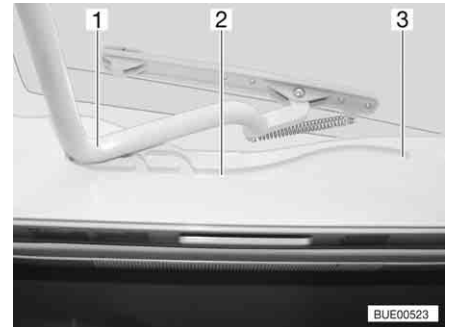

Bild 111 Heki-Dachhaube, Führung
- Den Bügel (Bild 111,1) in den Führungen (Bild 111,2) bis in die hinterste Position (Bild 111,3) ziehen.
- Den Bügel (Bild 111,1) mit beiden Händen leicht nach oben drücken.
- Den Bügel in den Führungen (Bild 111,2) bis zur gewünschten Stellung ziehen.